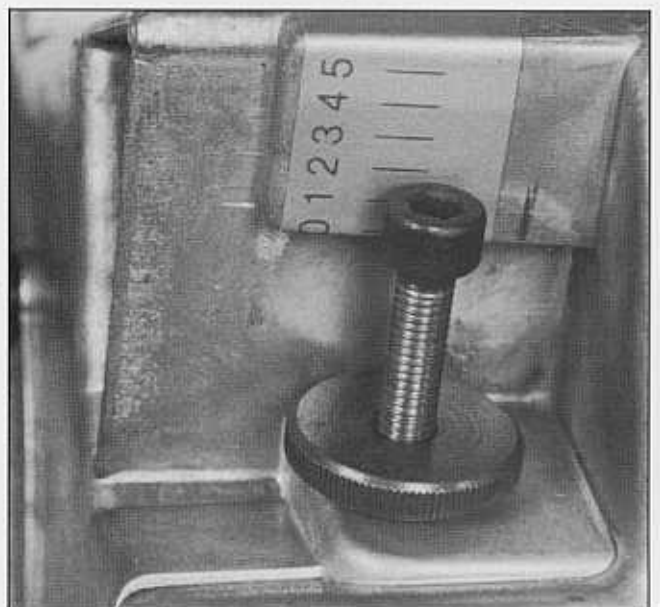

Bild 6: Luftklappeneinstellung
4. Lufteinstellung durch Luftklappe Bild 6
### Einstellung der Luftklappe Bild 6:
Die Luftmenge ist mit der Stellschraube Bild 6 einzustellen. Schraubenkopfoberkante auf „0“ bedeutet „Min“-Einstellung.
Sollte bei vollgeöffneter Luftklappe die Flamme rußen oder abreißen, so ist mit der Einstellschraube (Bild 6) die Pressung hinter der Stauscheibe durch Rechtsdrehen zu verringern. Die genannten Einstellmaße dienen nur als Richtwerte, je nach Anlagenverhältnissen können sich andere Maße ergeben.